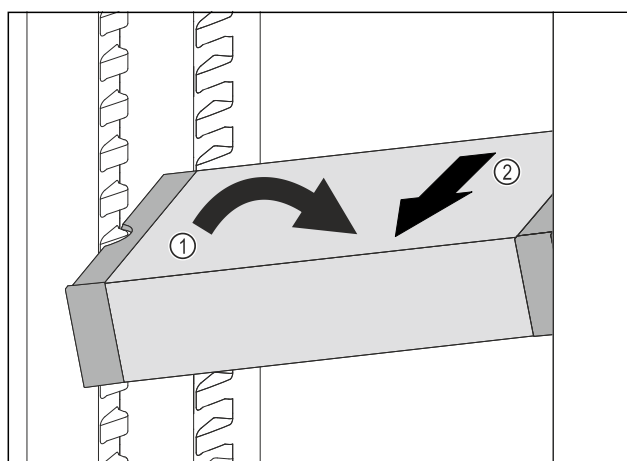

Fig. 90
- VarioSafe im Kühlteil schräg stellen. Fig. 90 (1)
- VarioSafe nach vorne entnehmen. Fig. 90 (2)